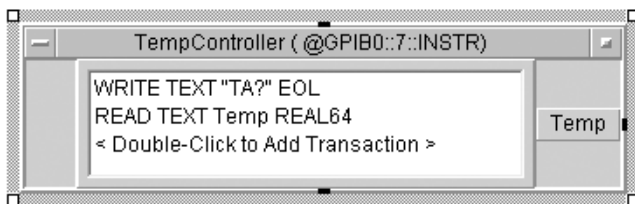

Рис. 8.2
2.2. Создать в менеджере инструментов виртуальный инструмент с именем «TempController» для контроллера температуры. Затем в объекте, где производятся измерения («Measurement»), удалить объект прямого ввода/вывода для источника питания и создать объект прямого ввода/вывода для контроллера температуры. В созданном объекте ввода/вывода ввести команды, как показано на рис. 8.2, на выходе этого объекта мы будем получать значения текущей температуры.